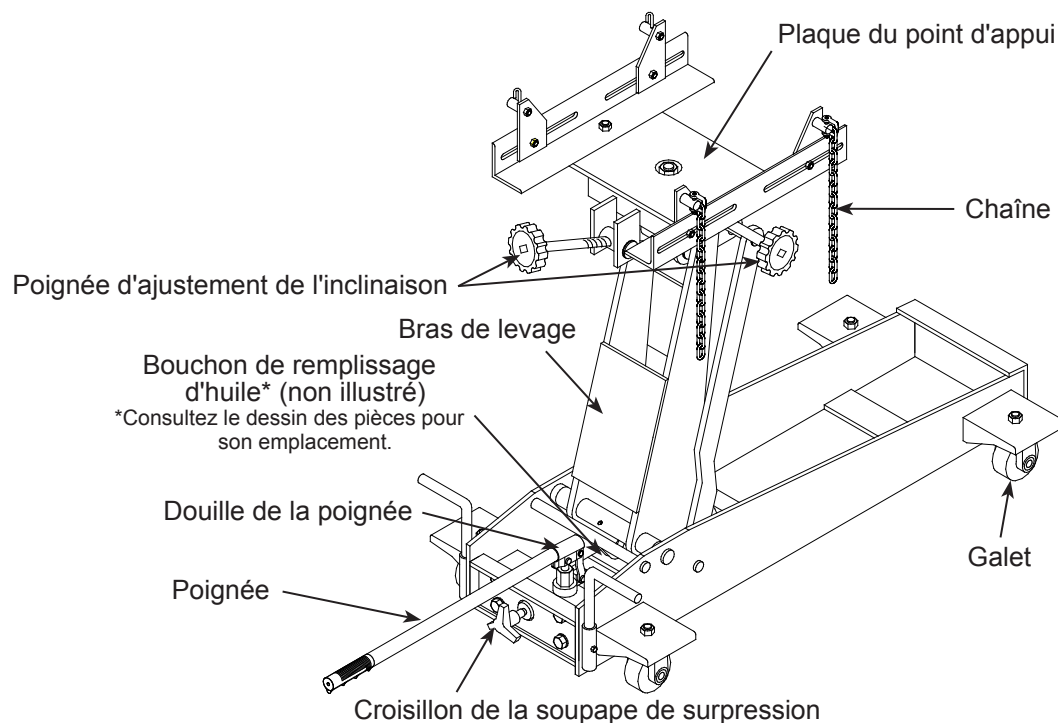

Figure 1 : Pièces types d'un cric pour transmission (modèle 42000C)
3. Afin de vous familiariser avec le fonctionnement de base du cric, repérez le croisillon de la soupape de surpression et tournez-le (voir figure 1) :